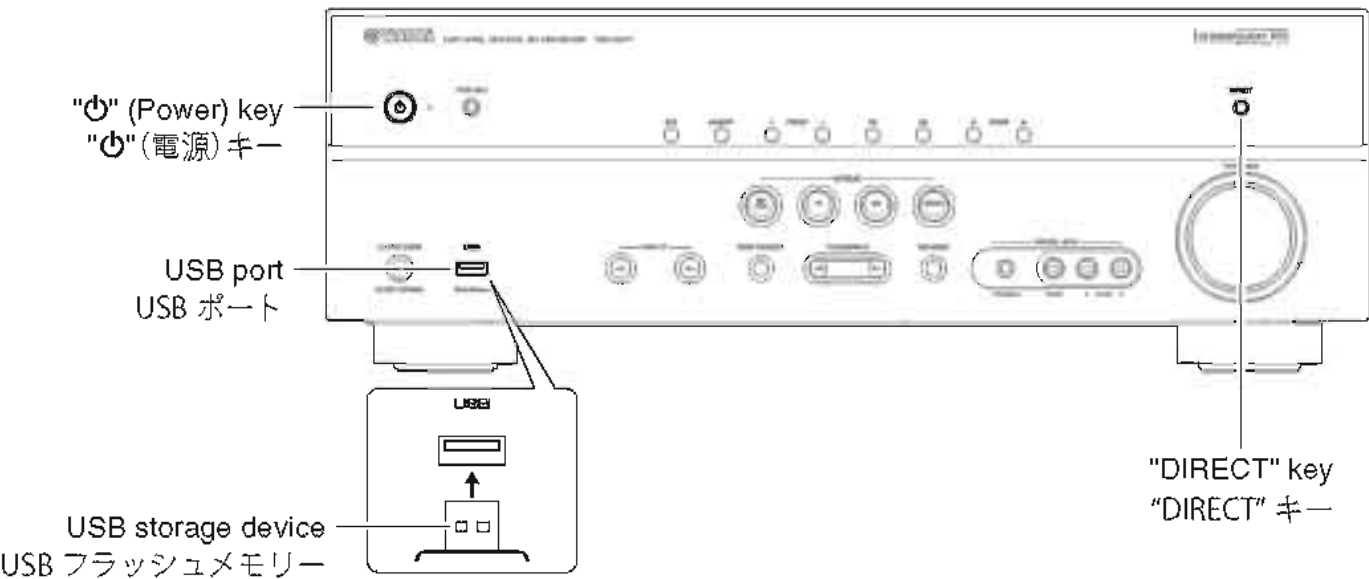

Fig. 1
(Fig. 1)
- 2. While pressing the "DIRECT" key, connect the power cable to the AC outlet. (Fig. 1)
- 1. USB ポートに USB フラッシュメモリ を差し込みます。(Fig. 1)
- 2. "DIRECT" キーを押しながら、電源コードを AC コンセントに接続します。(Fig. 1)
- 5. Press the "P" (Power) key to turn off the power. (Fig. 1)
- 6. Remove the USB storage device from the USB port. (Fig. 1)
- 5. "P" (電源) キーを押して電源を切ります。(Fig. 1)
- 6. USB ポートから USB フラッシュメモリー を抜きます。(Fig. 1)